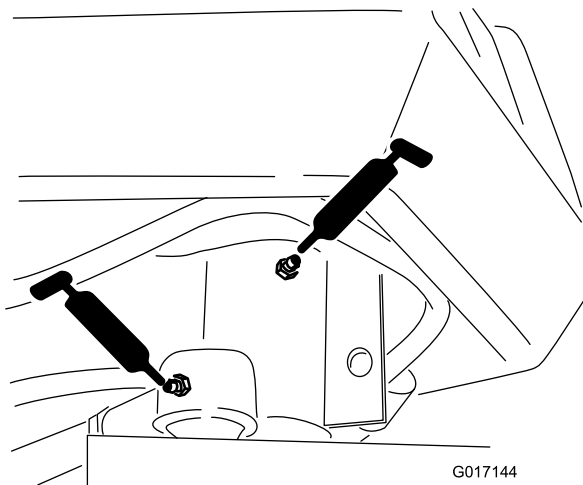

Figura 31
- Eixo da direção (1) (Figura 31)
- Extremidade da barra do cilindro da direção (Figura 31)